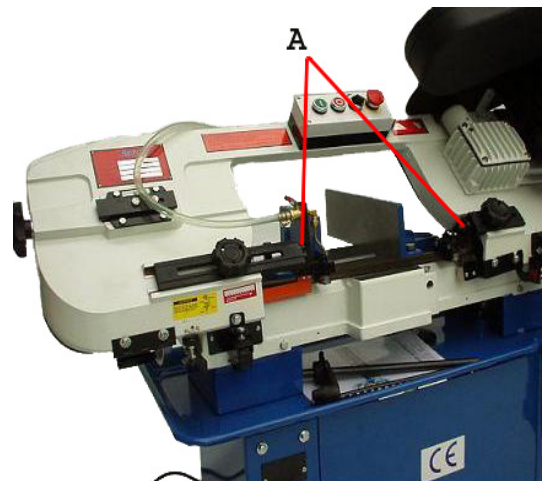

Abb. 11
2. Winkeleisen auf den Tisch dem Sägeblatt gegenüber montieren (Abb. 11)
4. Falls Nachstellung notwendig ist, sollen die Schrauben (A, Abb. 11) gelockert werden und die Sägeblattführungsarme behutsam in dieselbe Richtung gedreht werden, bis das Sägeblatt über die ganze Länge neben dem Winkeleisen fällt.
5. Schrauben (A) wieder festdrehen.